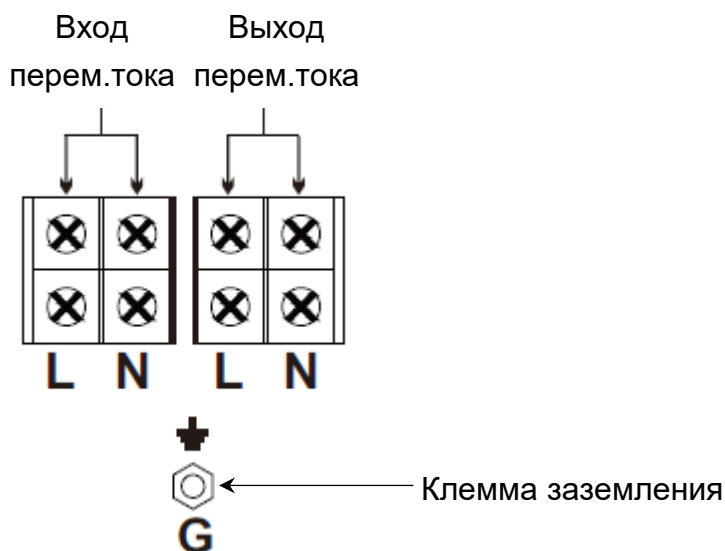

Рисунок 4. Клеммная колодка для подключения нагрузки и питания стабилизатора (выход и вход переменного тока).
5. Подключите устройства (нагрузку) к выходным разъемам стабилизатора, см. Рисунок 4.
6. Подключите питание (сеть переменного тока) к входным разъемам стабилизатора, см. Рисунок 4.